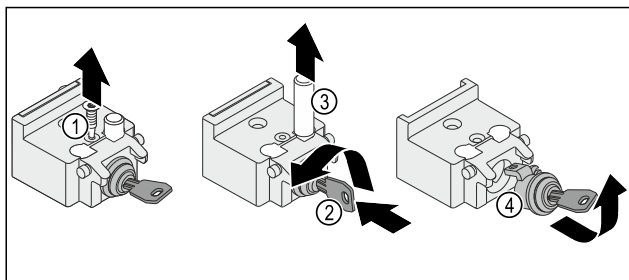

Fig. 13
- Dévisser la vis Fig. 13 (1).
- Insérer la clé Fig. 13 (2) et la tourner.
- Retirer le boulon Fig. 13 (3) par le haut.
- Retirer le verrou Fig. 13 (4).